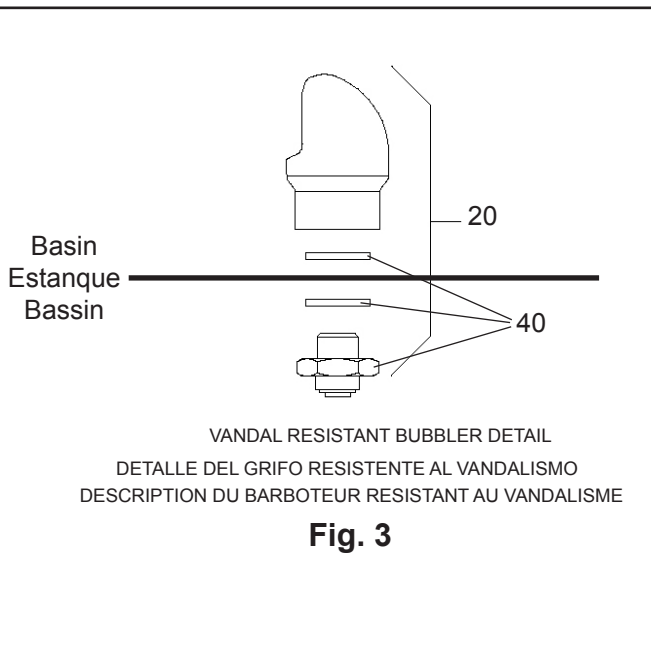

Fig. 3
- 8) Stream height is factory set for 45-50 PSI supply. If supply pressure varies greatly from this, readjust stream height to approximately 1-1/2" (38mm) above the bubbler guard by turning adjustment screw, accessible by removing front push panel, (see Fig. 3 & 5).
- 9) Replace the front panel and secure by retightening four (4) screws.
- 8) Altura del chorro viene configurado de fábrica para el suministro de 45-50 PSI. Si la presión del suministro varía demasiado de este valor, reajuste la altura del chorro a aproximadamente 1-1/2" por encima del protector del boboteador dando vuelta al tornillo de ajuste sacando el panel frontal de empuje, (vea Fig. 3 y 5).
- 9) Vuelva a colocar el panel frontal y asegúrelo apretando nuevamente los cuatro (4) tornillos.
- 8) Hauteur de flux est réglé en usine pour la fourniture de 45 à 50 lb/po². Si la pression varie beaucoup de ce point, ajustez le niveau à nouveau à environ 1-1/2" (38mm) au-dessus du protège-barboteur en tournant la vis de réglage du régleur que l'on trouve en retirant le panneau, (voir fig. 3 et 5).
- 9) Remplacez le panneau avant et fixez le en place en resserrant les quatre (4) vis.